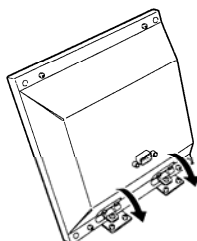
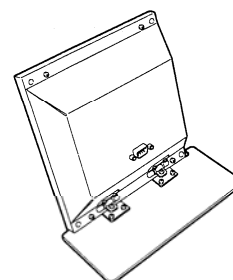

図 2
図 3
- (5) 操作パネル用目隠し板をねじ4個で固定します
- (6) 取り出した操作パネルに操作パネル取付台を取り付けます。取付は、ヒンジを開いた状態で行います。（図2、図3）
- (7) 付属の六角ナットを操作パネルのねじに取り付けます。
- (8) 付属のケーブルにて操作パネル背面のコネクタと本体背面パネルの **CONTROLLER** コネクタ（3.2項参照）とを接続します。
- (9) セパレートでお使いの場合は付属のキャップ（小）は使用しません。
- (10) 操作パネルを使用し易い角度に調整して、ご使用下さい。